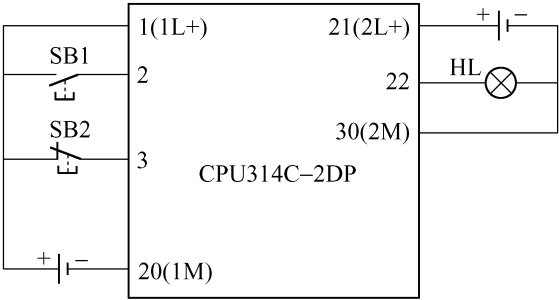

图 3-77 原理图
1) 先设计原理图，如图 3-77 所示，并按照原理图接线。